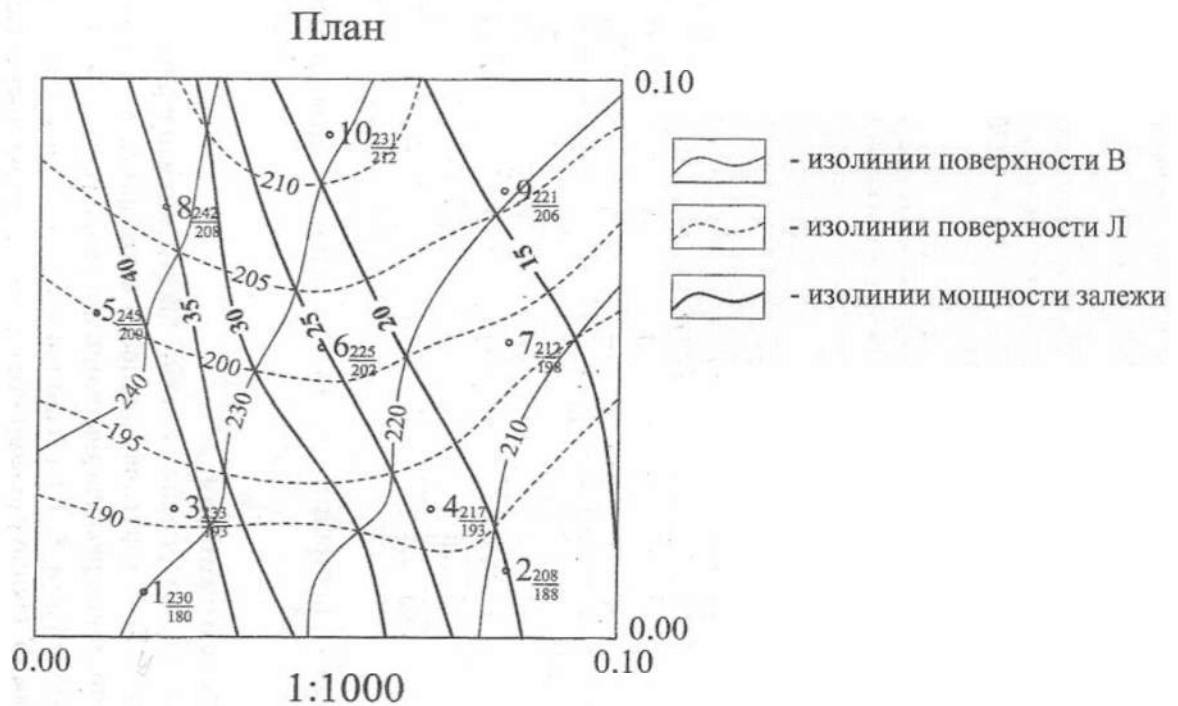

Рис. 9. Схема к решению задачи 9
2. По координатам X, Y на план нанести проекции точек тахеометрической съемки. Около проекций точек подписать числовые отметки Z1 и Z2(рис. 9).